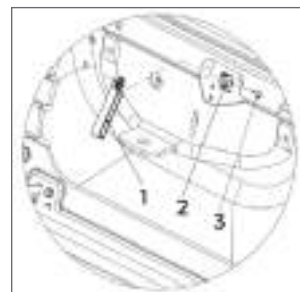

Рис. 11
6.10 Установка нажимной пластины сигнализатора заполнения травосборника (рис. 11)
- Установить пластину по указателям (рис.11, поз. 1) на заднюю панель с помощью болта (3).